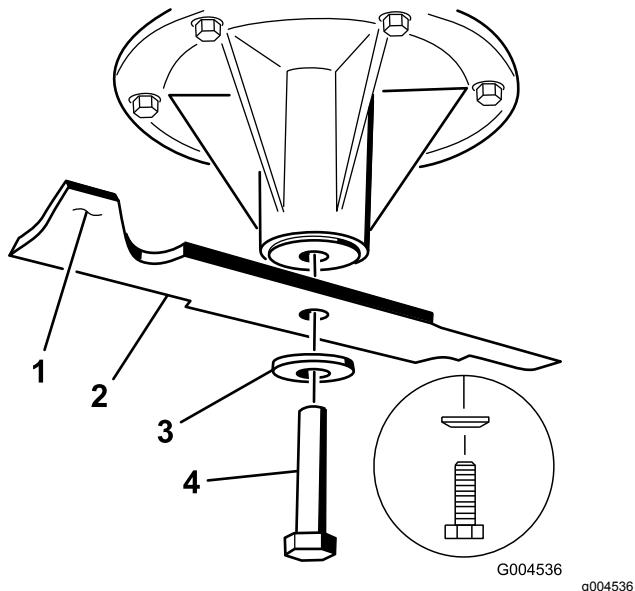

Figura 95
1. Instale las cuchillas izquierda y central, las arandelas curvas y los pernos de las cuchillas en los ejes (Figura 95 y Figura 96).
Nota: Instale la arandela curva con el cono hacia la cabeza del perno (Figura 95).
2. Instale la cuchilla derecha, la arandela curva y el perno de la cuchilla (perno con rosca a izquierdas) en el eje (Figura 95 y Figura 96).